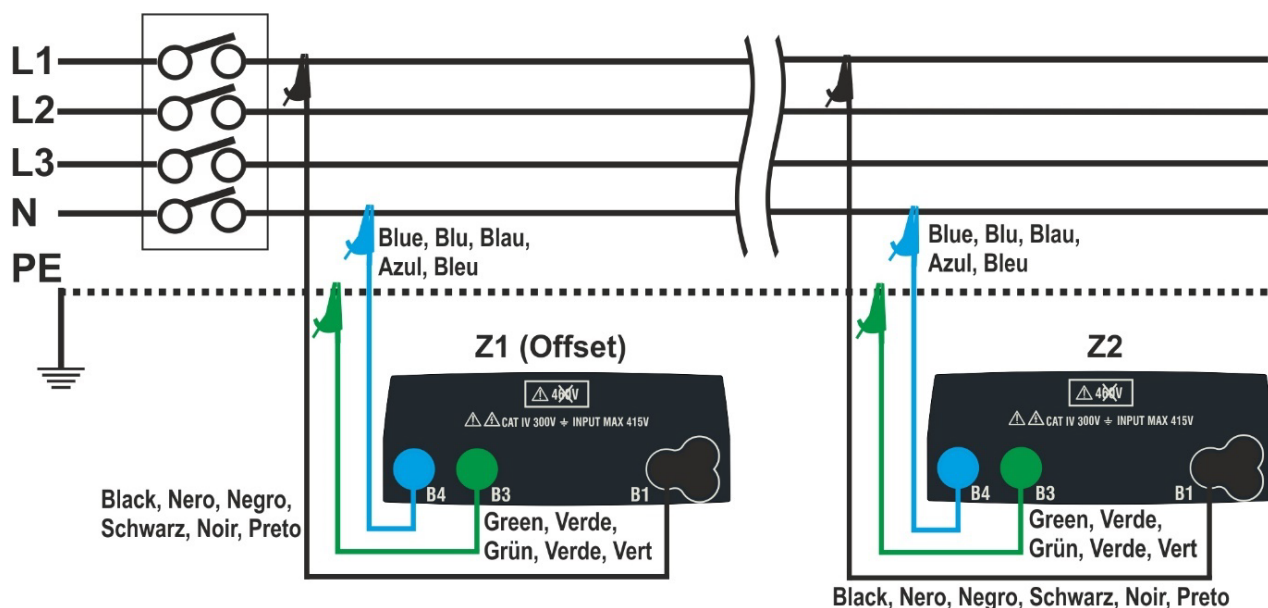
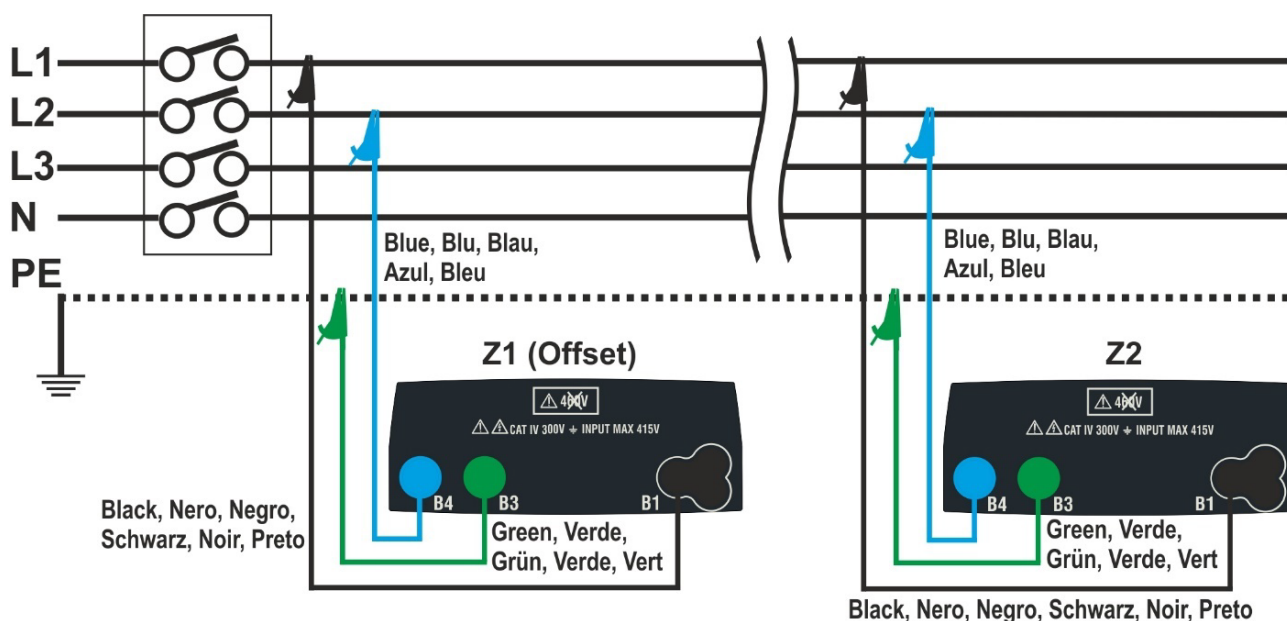

Fig.33: Anslutning för mätning av L-N-spänningsfall
Fig. 34: Anslutning för mätning av L-L-spänningsfall
4. Skifta till t.ex. **L-L** och anslut testledningarna till den initiala punkten i anläggningen som skall testas (normalt efter JFB) se Fig 33 och Fig 34. Utför nu den första **Z1 - impedansmätningen**.
7. Anslut nu till den sista punkten i anläggningen, se Fig. 33 eller Fig. 34 för att mäta **Z2-impedansen**.